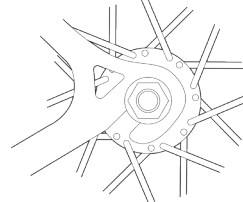

fig. 13
6. Con un sistema de acción de leva (cierre rápido), mueva la palanca de la leva hacia arriba y desplázela a la posición CERRADA (fig. 11a). Ahora la palanca debe quedar paralela al tirante del sillín o de la cadena y curvada hacia la rueda (fig. 13). Para aplicar fuerza de sujeción suficiente, tendrá que rodear la hoja de la horquilla con los dedos para hacer palanca y la palanca deberá dejar una marca clara en la palma de su mano.